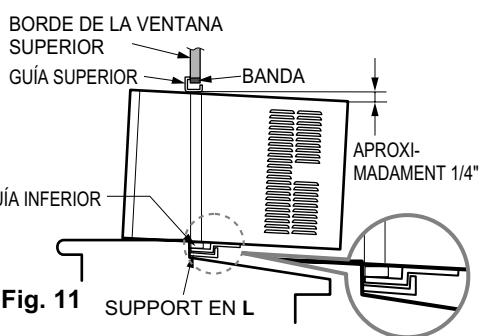

Fig. 11 SUPPORT EN L
- b. Mientras mantiene el aire acondicionado en posición, cuidadosamente baje el borde de la ventana superior hasta la guía superior del aire acondicionado, como en la Fig.11.